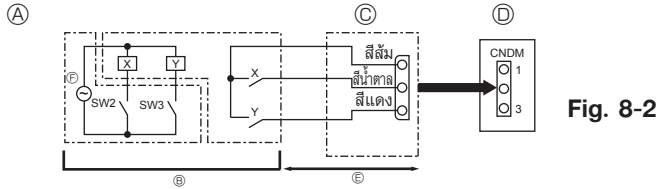

Fig. 8-2
8.2. ฟังก์ชัน Demand (การปรับเปลี่ยนหน้างาน) (Fig. 8-2)